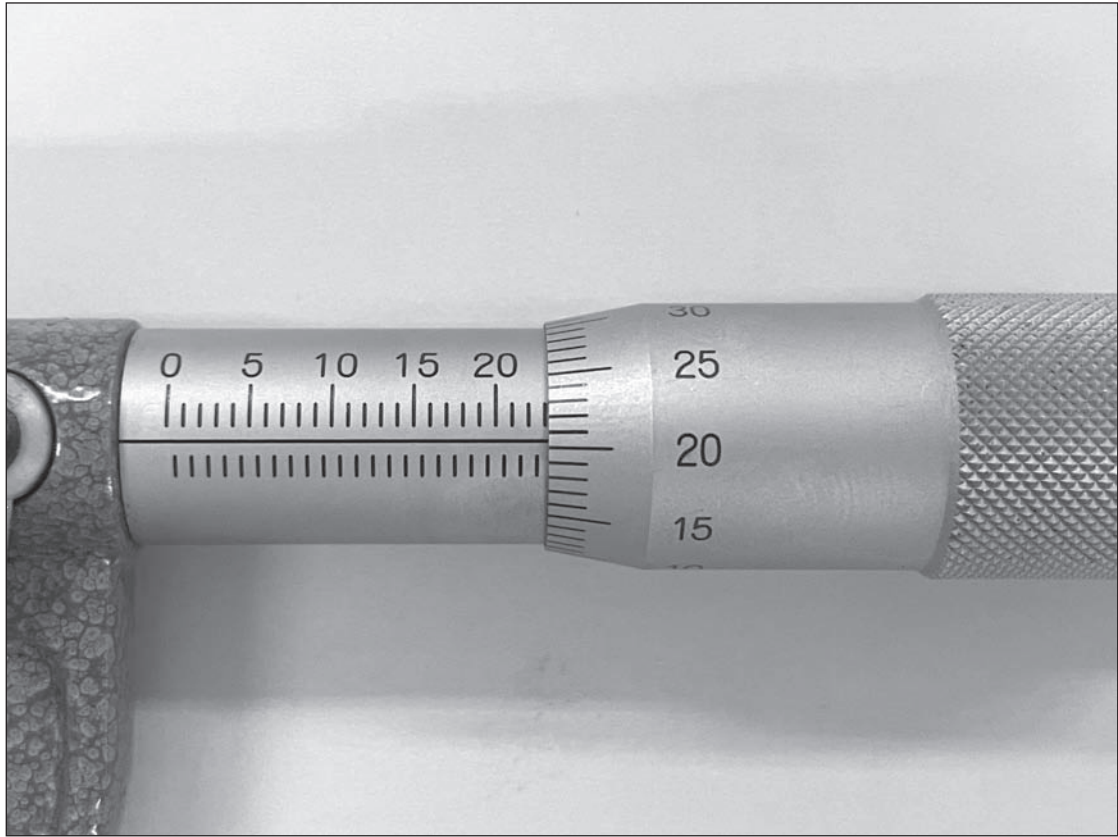

図1
(5) 次の図1に示すマイクロメータの目盛[mm]の値として、最も適切なものを1～5から一つ